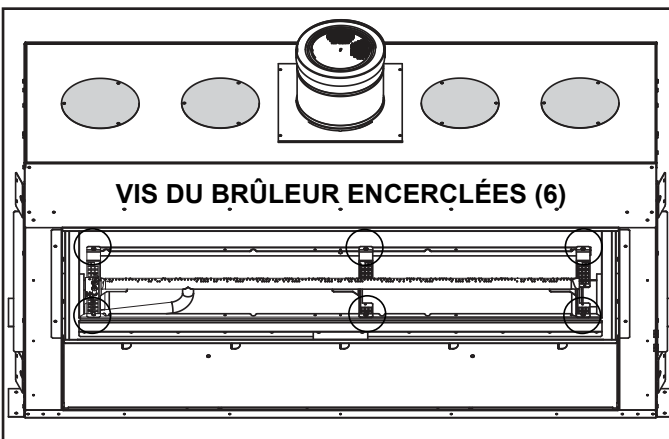

Figure 9.4 Emplacements des vis du brûleur
12. Retirez les six vis fixant le brûleur aux côtés de la boîte à feu et dégagez le brûleur de l'orifice. Retirez le brûleur. Voir la figure 9.4.